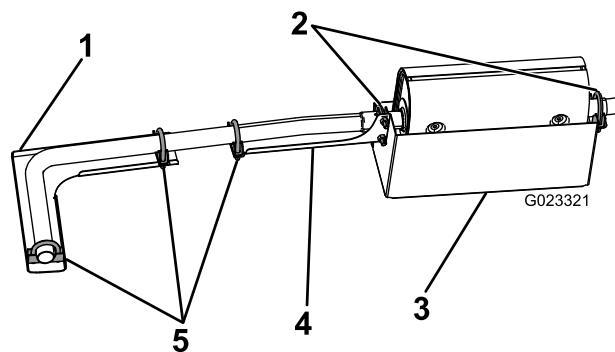

Figura 2
1. Utilizando o grampo do escape existente, instalar a frente da protecção do escape no escape (Figura 2).
2. Utilizando o grampo do escape existente, instalar a parte de trás da protecção do escape e a frente da protecção do tubo de escape no escape (Figura 2).
4. Instale um grampo de escape na extremidade da protecção em L e deslize o grampo sobre a extremidade do escape (Figura 2).